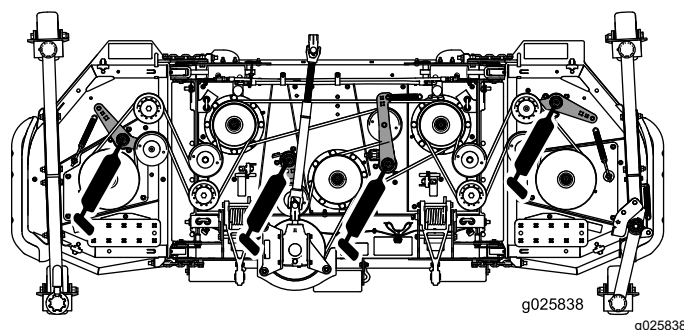

Figura 17
- Articulações do braço intermédio (4) (Figura 17)